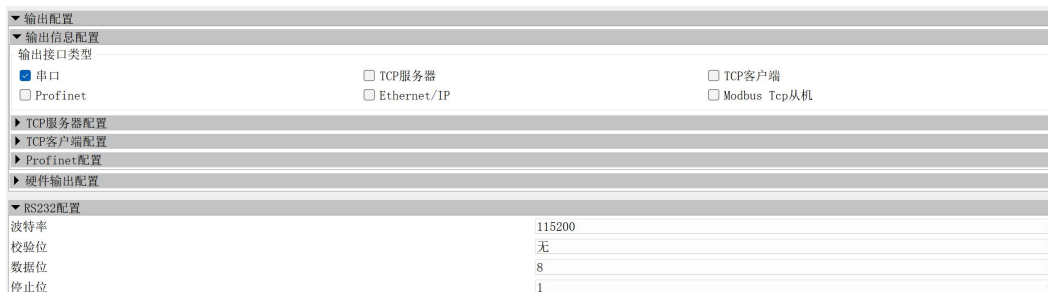

Fig 56. 串口输出
2. 在 RS232 配置中，选择相应的 RS232 串口参数，参考 Fig 56。